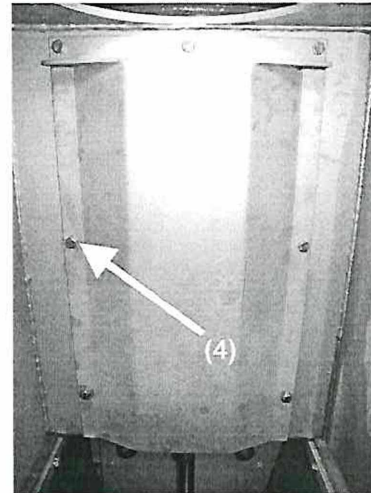

Рис. 8: Щиток (4)
2. Отвинтите винты М 10 (4) на заднем щитке (Рис. 8) и снимите щиток.